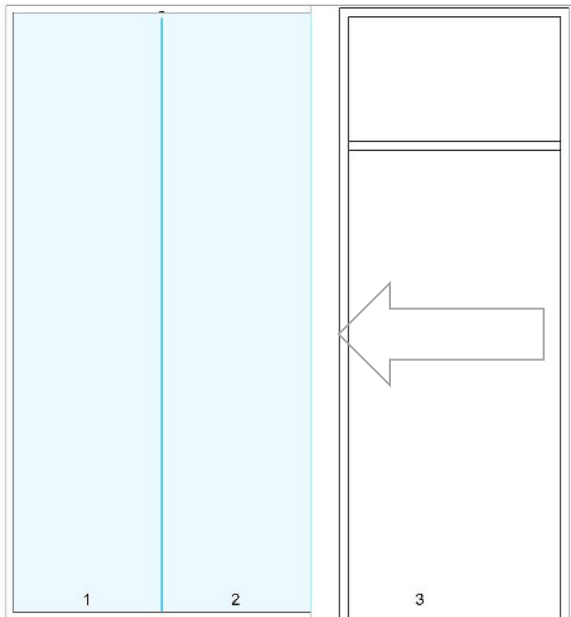

Fig 19
- Ved montering av dørkassett, skal glass på en side settes inn og deretter skal dørkarmen skyves inn slik at gulvprofil, topp profil og glass går inni spor i karmen .Fig 19. Viktig at dørkarm er i lodd og vater før den festes.